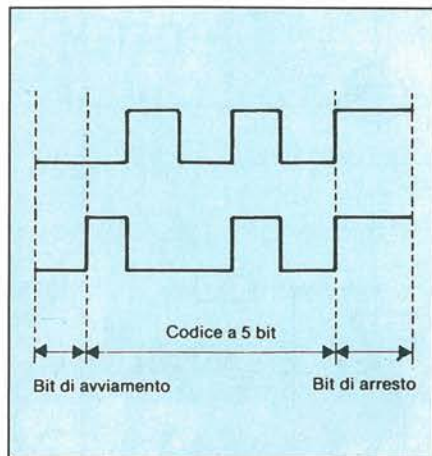

Figura 1. Il codice Baudot è composto da 5 bit di carattere, preceduti e seguiti da un bit di avviamento e da un bit di arresto.
Quantunque le emissioni Morse (CW) e le RTTY siano spesso considerate appartenenti al medesimo gruppo, questi modi per comunicare via radio differiscono per il metodo di codifica e per il particolare impiego. Con il Morse, la lunghezza del codice trasmesso dipende dal particolare carattere, mentre con la RTTY la lunghezza è sempre la stessa, cioè sette bit per carattere usando la convenzione Baudot (Figura 1). Molte stazioni di radiotelescrivente utilizzano ancora la codifica Baudot, ma stanno diventando sempre più numerosi i sistemi basati sul